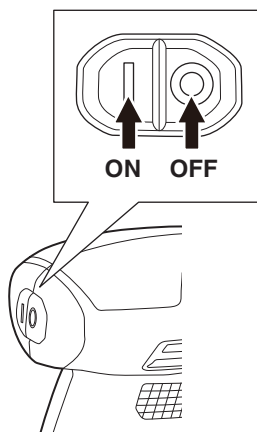

Fig. 13
3. Mise en MARCHÉ et ARRÉT de la sableuse (Fig. 13)